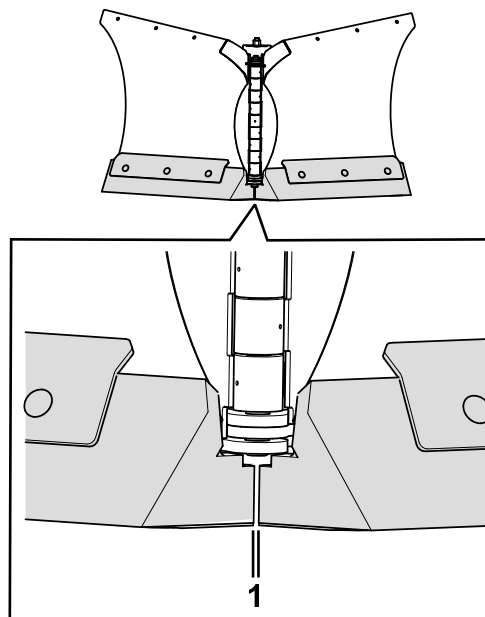

Bild 3
5. Zwischen den äußeren Kanten und der Mitte des Schneepflugs sollte ein Spalt von 3,2 mm sein (**Bild 3**).